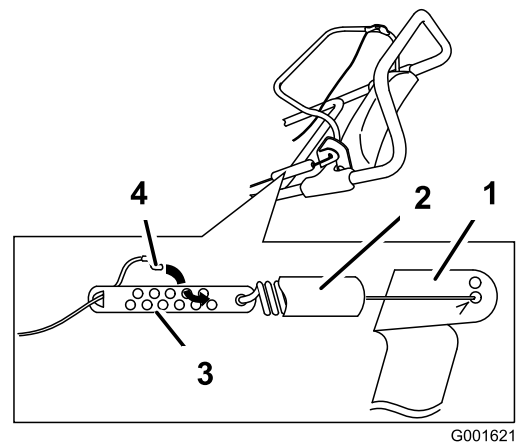

Figure 21
- Décrochez le ressort du support de la barre de commande. (Figure 21).
- Remontez la protection du ressort sur le dispositif de réglage du câble. (Figure 21).
à 1/4 pouce) entre le support de la barre de commande et le guidon (Figure 21).